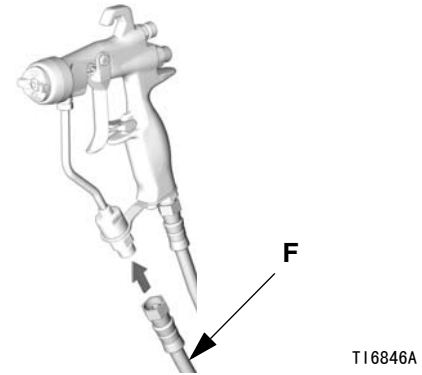

图 4
2. 将流体软管 ( F ) 连接到喷枪的流体入口上。见图 4。如果需要，可在喷枪入口安装流体旋转接头 (189018) 以获得最佳操作性。见第 35 页的附件。